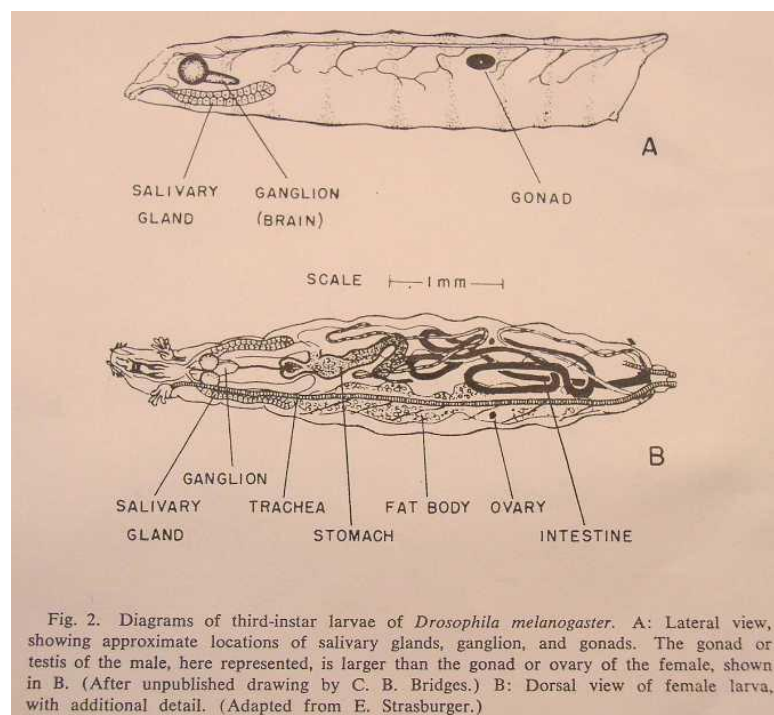

Figura 1.
1. Tome una larva que contenga el tercer instar de un frasco de cultivo, (previamente hecho), puede rodarla hasta el extremo del frasco. Coloque una gota de la solución Ringer en un portaobjetos como se muestra en la figura. NOTA: observa que la región caudal es redonda y la cabeza es cónica (ver en Figura 1).